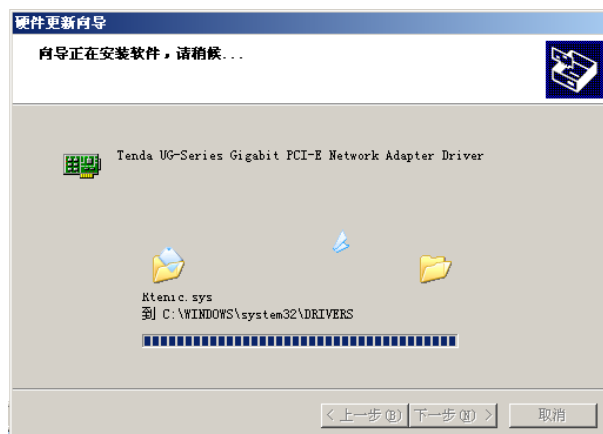

图 3-5
7、选择您所在操作系统的驱动文件，点击<下一步>，向导开始安装软件，如图 3-5 所示